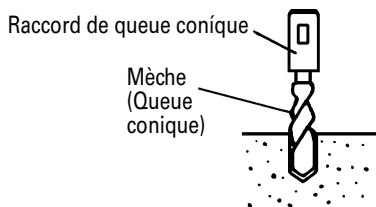

Fig. 9
- (1) Installer la mèche à queue conique dans le raccord de queue conique. (Fig. 9)